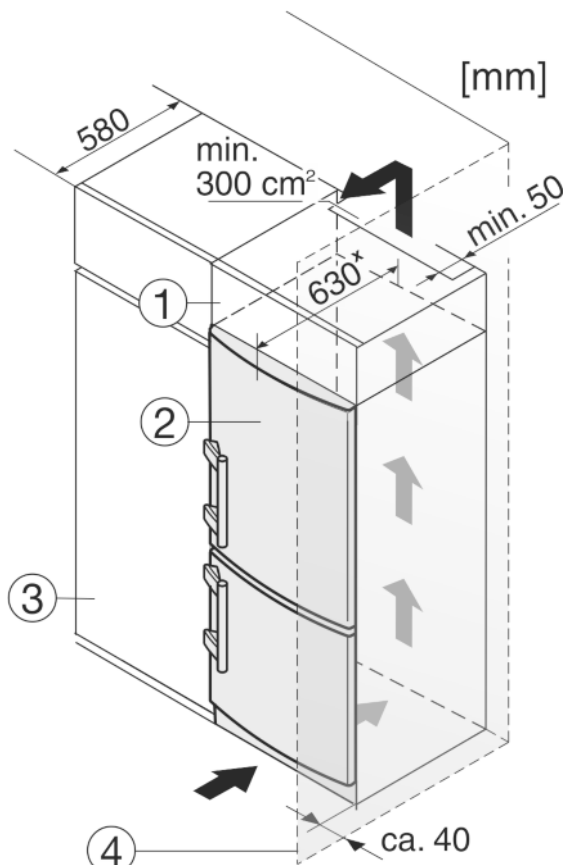

Fig. 9
L'apparecchio può essere incassato nell'arredamento per la cucina. Per adattare l'apparecchio Fig. 9 (2) all'altezza della cucina componibile, è possibile applicare sopra l'apparecchio un adeguato mobile da appoggio Fig. 9 (1).
Si la cocina posee armarios (profundidad máx. 580 mm), el aparato se puede colocar directamente junto al armario de cocina Fig. 9 (3). El aparato sobresale 34 mm\* por los lados y 50 mm\* en el centro del aparato respecto al frente del armario de cocina.
Se l'apparecchio con cerniere viene installato accanto ad una parete Fig. 9 (4), la distanza minima fra l'apparecchio e la parete deve essere almeno di 40 mm, che corrisponde alla sporgenza della maniglia con la porta aperta.